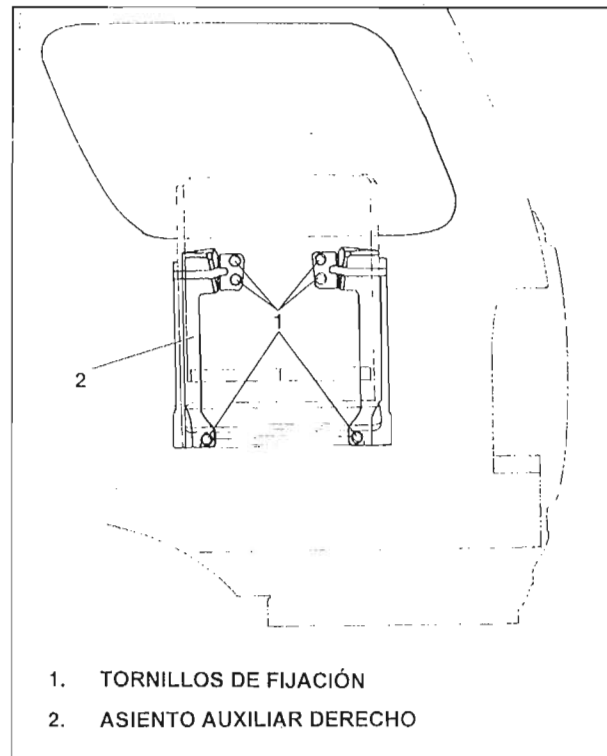

Fig. 26.
18. RETIRADA/ INSTALACIÓN DEL ASIENTO AUXILIAR (Fig.26&27)